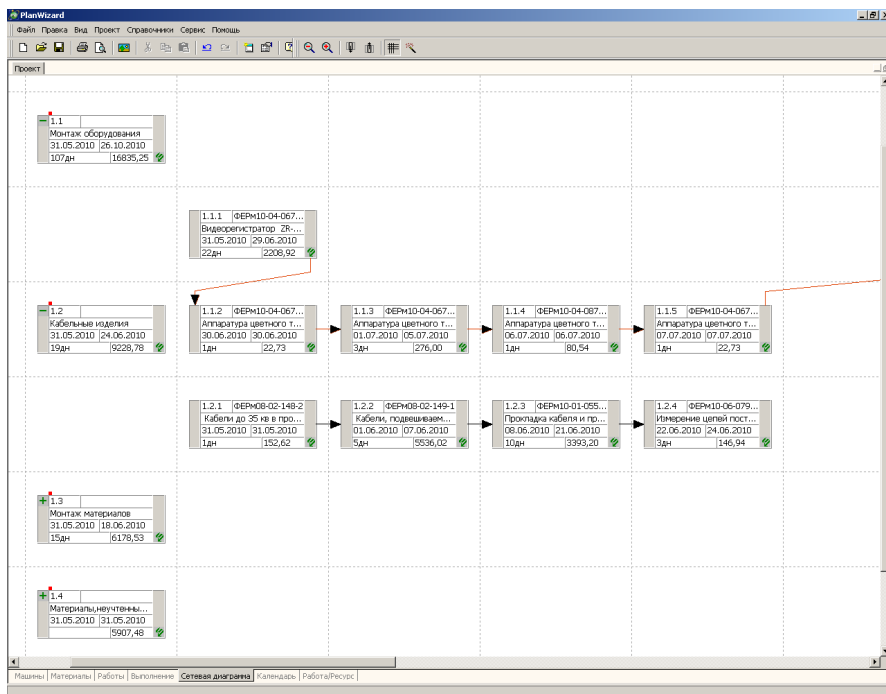

Рис.3.32 Представление «Сетевая диаграмма».
Каждая работа (группа работ) на сетевой диаграмме (Рис. 3.32) отображена в виде прямоугольника, содержащего информацию о данной работе (группе работ). По умолчанию, это номер, наименование, даты начала и окончания, длительность и стоимость работы.
- чтобы выбрать способ расположения календаря (Рис. 3.32):